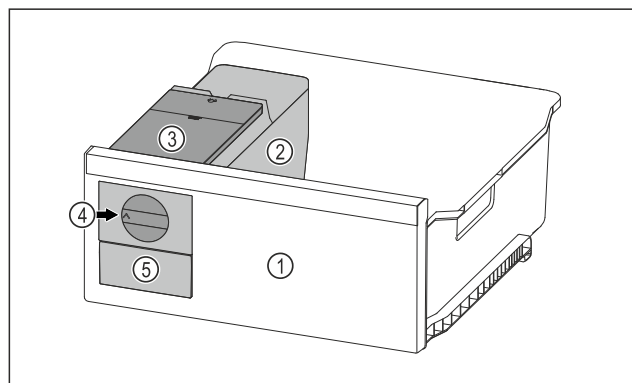

Fig. 163 Ilustrační zobrazení
- Otočte otočný knoflík Fig. 163 (4) ve směru hodinových ručiček až na doraz.
- Kostky ledu padají z misky na kostky ledu do zásuvky na kostky ledu Fig. 163 (5).